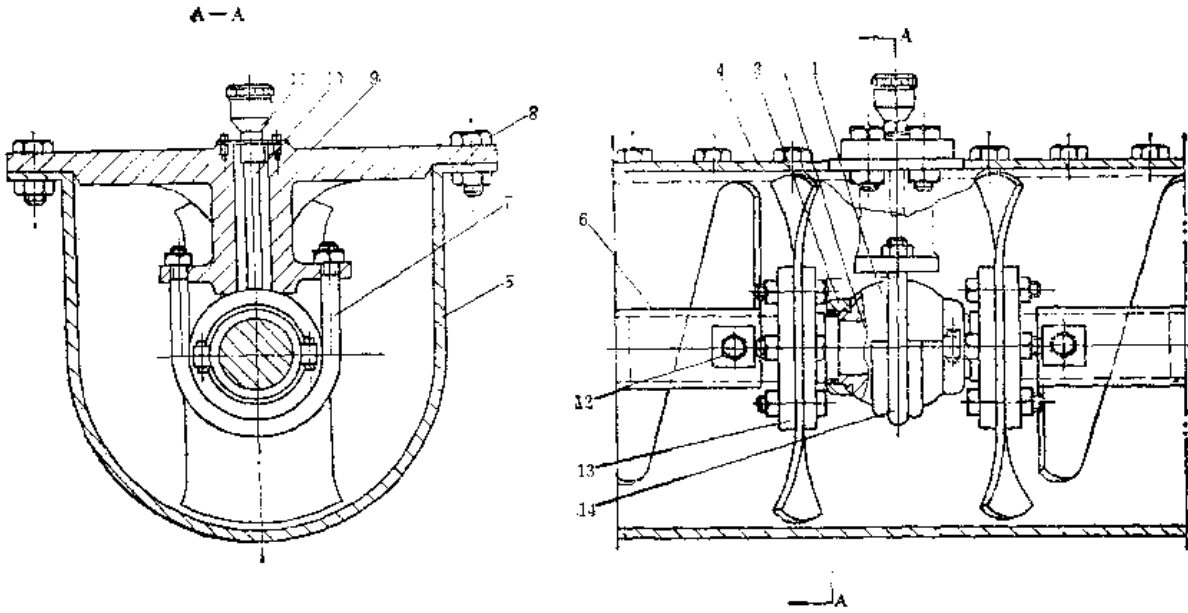

图8-6-2 悬挂轴承座
① 拆下U形槽体上盖板，拧出各段油杯。
② 拆下中间轴各段的联接轴法兰螺栓，把螺旋轴断开，拿出中间轴和轴承体(图8-6-2)。
② 拆下中间轴两端的联接法兰、U形螺栓、油杯及油管，拿下轴承体下座，轴承体上盖及密封盖，根据磨损情况更换中间轴、轴承体及密封盖等零件（见图8-6-2）。